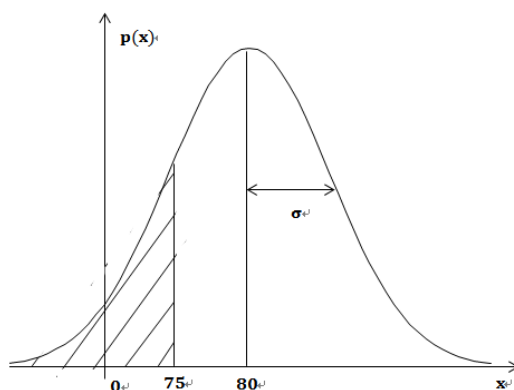

图 4-11
解：①因为  $x$  服从正态分布，首先画出正态分布图，根据  $Z = \frac{X - \mu}{\sigma}$  转化为标准正态分布，由图 4-11 可以理解左边画斜线的区域就是  $x \leq 75$  的概率。